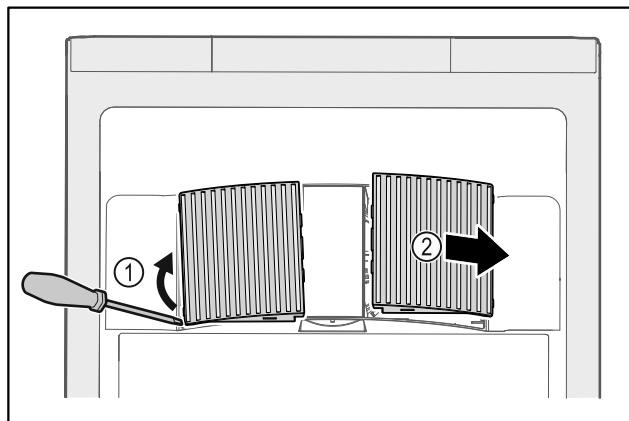

Fig. 234
- ▶ Pokrov ventilatorja previdno dvignite s strani Fig. 234 (1) in ga odstranite v smeri naprej Fig. 234 (2).